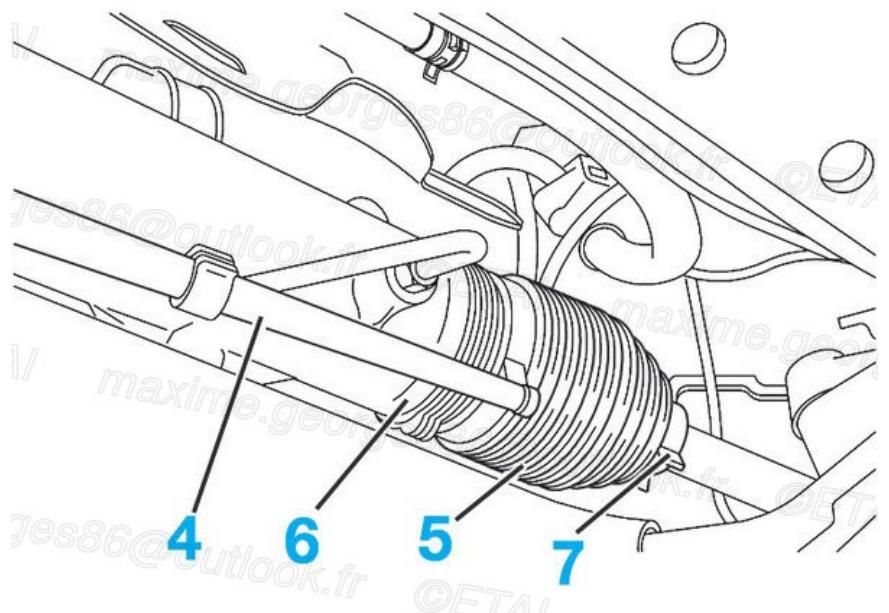

Fig.9
- Déposer l'écrou (2) de rotule de direction.
- Déposer la rotule de direction (3).
- Désaccoupler le tuyau d'équilibrage des pressions (4) du soufflet de crémaillère (5) (Fig.9) (/media/RTA/RTA_714/RTA714A-006-009X.jpg).